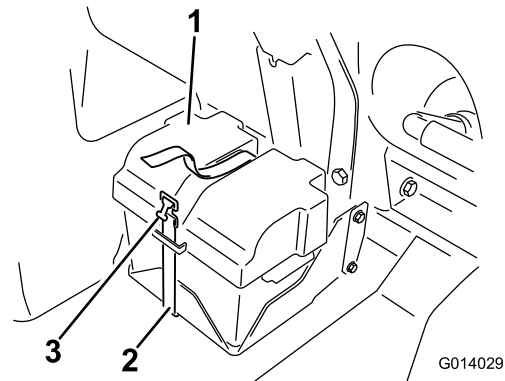

Bild 60
3. Setzen Sie die Batterieabdeckung auf und befestigen sie mit dem vorher entfernten Riemen (Bild 60).